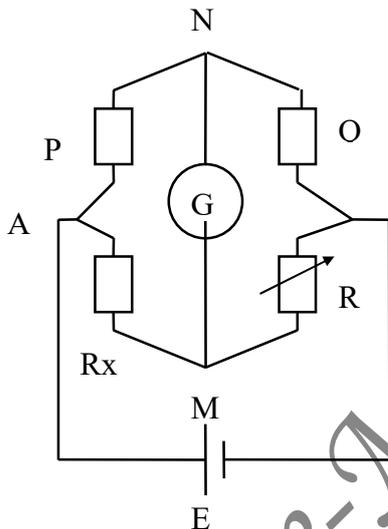

Fig. 1: Pont de Wheatstone
- Réaliser le montage de la figure 1.